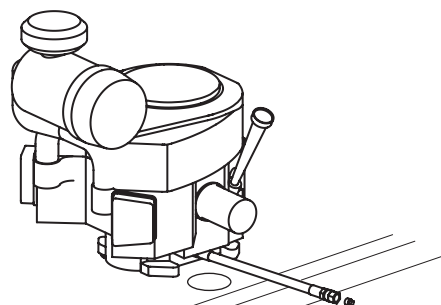

Figura 19
2. Ubique la manguera de drenaje de aceite del motor. Consulte la Figura 19.
- Mientras sostiene el extremo libre de la manguera de drenaje de aceite sobre el recipiente de recolección de aceite, desenrosque el tapón de la manguera del extremo de la manguera. Consulte la Figura 19. Drene el aceite del motor dentro del recipiente.